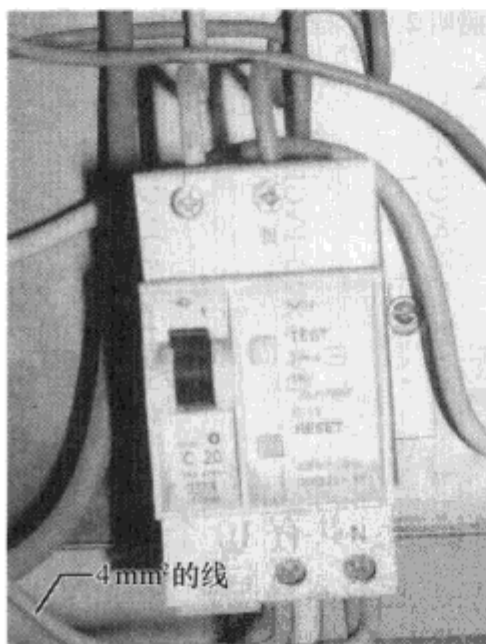

图 2-56 漏电保护器
① 按一下漏电保护器上的试验按钮,使电磁断路器动作切断电源,如图2-56所示。也可拉下总闸切断电源,但电磁断路器动作时间极短,又可检验一下漏电保护器的可靠性,所以建议采用按试验按钮的办法切断电源。